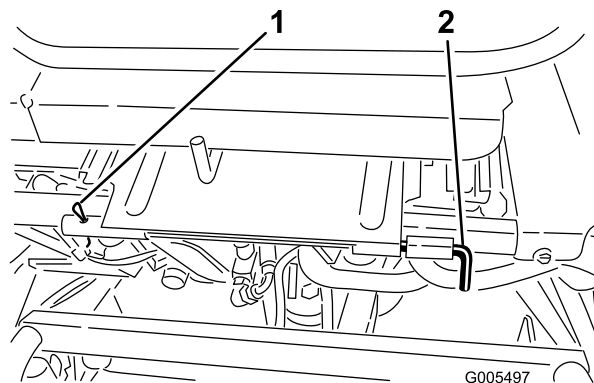

**Figura 8**
7. Monte el protector de la válvula en el lado derecho de la base del asiento con (2) pernos de cuello cuadrado (5/16 x 5/8 pulgadas) y tuercas. Coloque el protector según muestra la Figura 8.